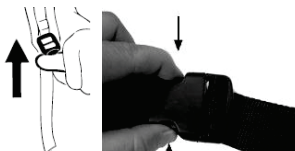

Рис. 24
- В экстренной ситуации быстро снимите устройство, находящееся позади вас, следующим образом: Нажмите на оба конца быстроразъемных соединений и ослабьте ремешок (Рис. 24).